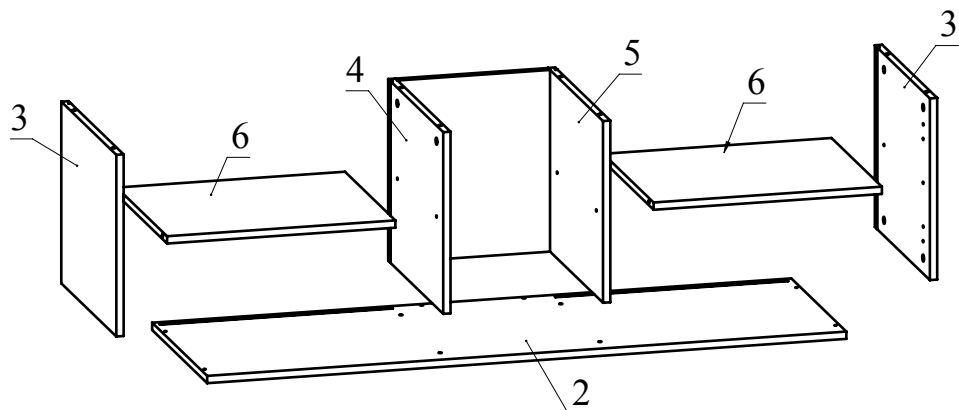

Рис.6
5. Соедините детали согласно схеме (Рис. 6). Зафиксируйте, повернув конфирматным ключом головки минификсов по часовой стрелке до упора. Деталь 2 с деталями 4, 5, 8 соедините при помощи конфирматов.